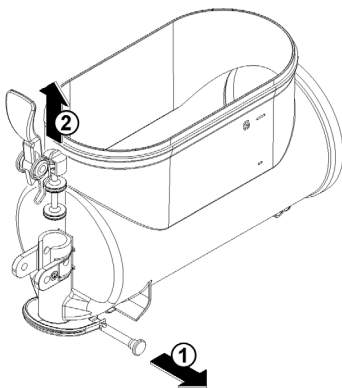

figura 10
- 5** Disassemblare il rubinetto con la sequenza indicata (vedere figura 10).
3 Riasssemblare il rubinetto sul contenitore con sequenza inversa rispetto a quanto fatto per lo smontaggio (vedere figura 10).